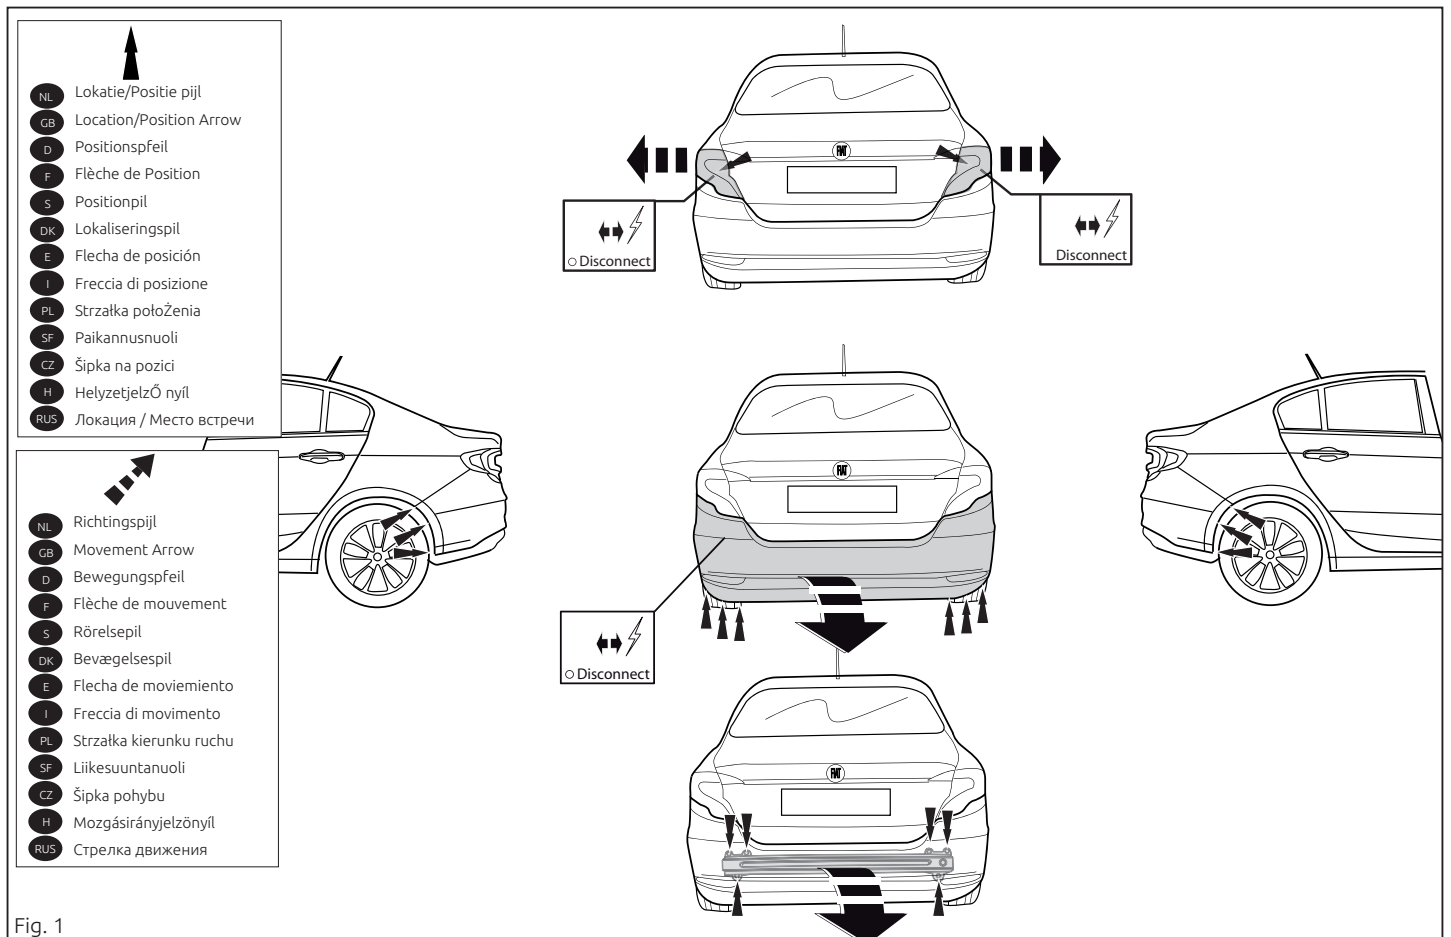

Fig. 1
2. Remove the bumper and the steel buffer beam from the vehicle. The buffer beam will no longer be needed. See figure 1.
2. Die Stoßstange einschließlich des stählernen Stoßbalkens vom Fahrzeug abmontieren. Der Stoßbalken wird nicht mehr benötigt. Siehe Abbildung 1.
2. Снять бампер вместе со стальными буферными брусом автомобиля. Буферный брус больше не понадобится. См. рисунок 1.
2. Déposer le pare-chocs du véhicule y compris la traverse en acier ; la traverse ne sera plus utilisée. Voir la figure 1.
2. Demonter kofangeren, inklusive køretøjets stålstødbjælke. Stålstødbjælken skal ikke længere anvendes. Se fig. 1.